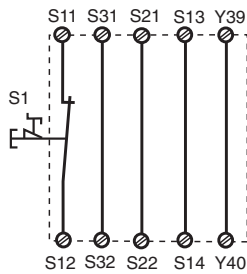
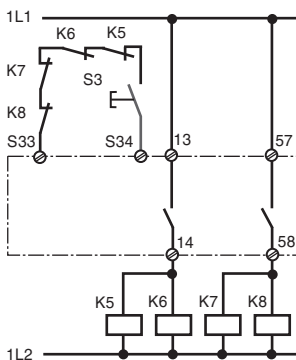

Fig. 2: Circuito de entrada monocanal, automat. rearme/Circuito di entrata monocanale, start automat./Eenkanalig ingangscircuit, automatische start
Fig. 11: como la Fig. 10 con rearme supervisado/come fig. 10 con start controllato/ Zoals fig. 10 met bewaakte start
En las fig. 2... a fig. 11 se presentan ejemplos de conexionado posibles; paro de emergencia. Los cortocircuitos a través del paro de emergencia también son detectados.
- Fig. 2 y 7: S33-S34 **no** conectado
In fig. 2 ... fig. 11 sono riportati degli esempi di collegamento per il cablaggio di arresto d'emergenza con start automatico e manuale, per il comando delle porte di sicurezza, nonché per la moltiplicazione dei contatti mediante relè esterni.
- Fig. 2 e 7: **nessun** collegamento S33-S34
In fig. 2 ... 11 worden aansluitvoorbeelden gegeven van noodstopshakelingen met automatische en bewaakte start, hekbewakingen en contactvermeerdering d.m.v. externe magneetschakelaars.
- Fig. 2 en 7: **geen** verbinding S33-S34